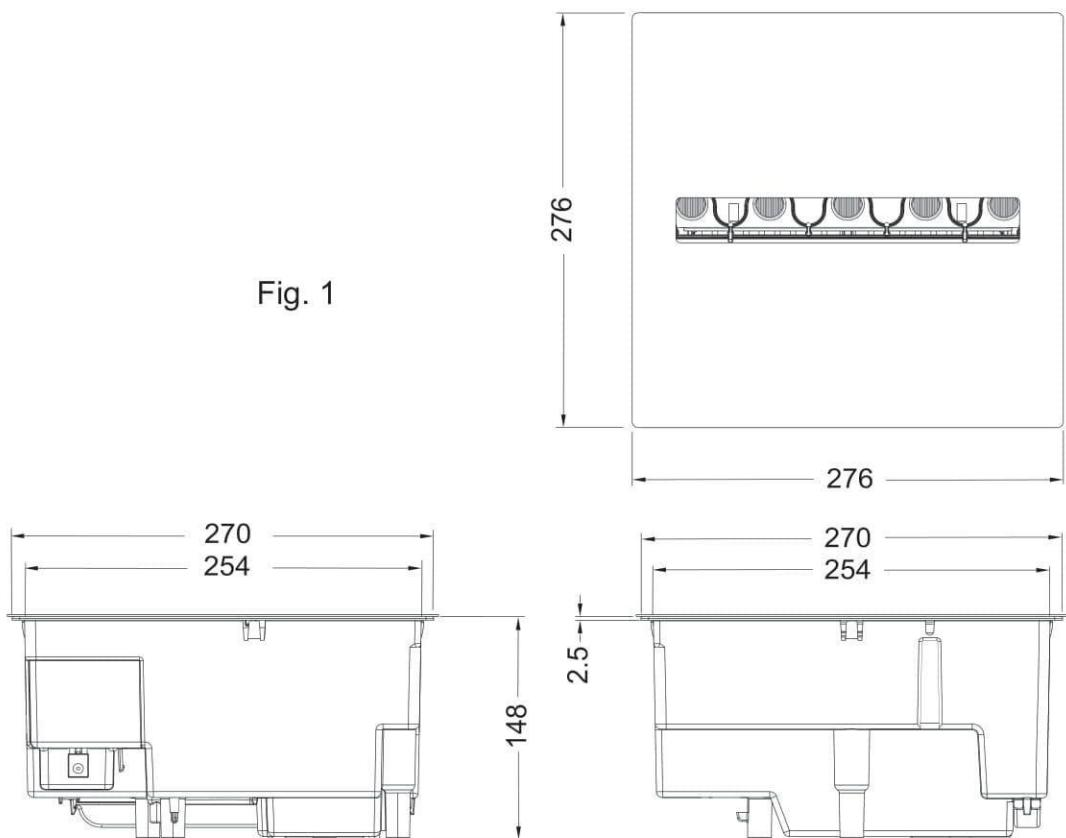

Fig. 1A
**Требуется минимум 200см2 свободного места (см. рис. 1A).**